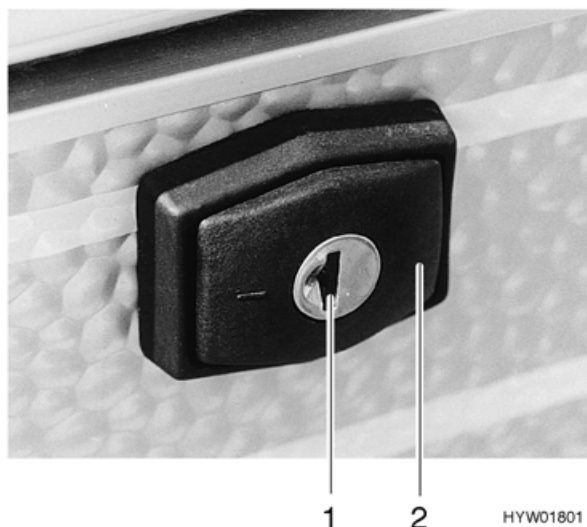

Fig. 15 Serratura dello sportello, chiusa (variante 1)
- ▷ In caso di pioggia è possibile che dell'acqua penetri nella serratura aperta dello sportello. Chiudere perciò la maniglia della serratura (Fig. 15,2) come illustrato in Fig. 15.
- Inserire la chiave nel cilindro della serratura (Fig. 15,1) e girare in senso antiorario di un quarto di giro. La maniglia della serratura (Fig. 15,2) scatta all'infuori.
- Girare la maniglia della serratura in senso orario (Fig. 15,2) fino in posizione orizzontale. La serratura dello sportello è ora bloccata, ma non è chiusa.
- Inserire la chiave nel cilindro della serratura (Fig. 15,1).